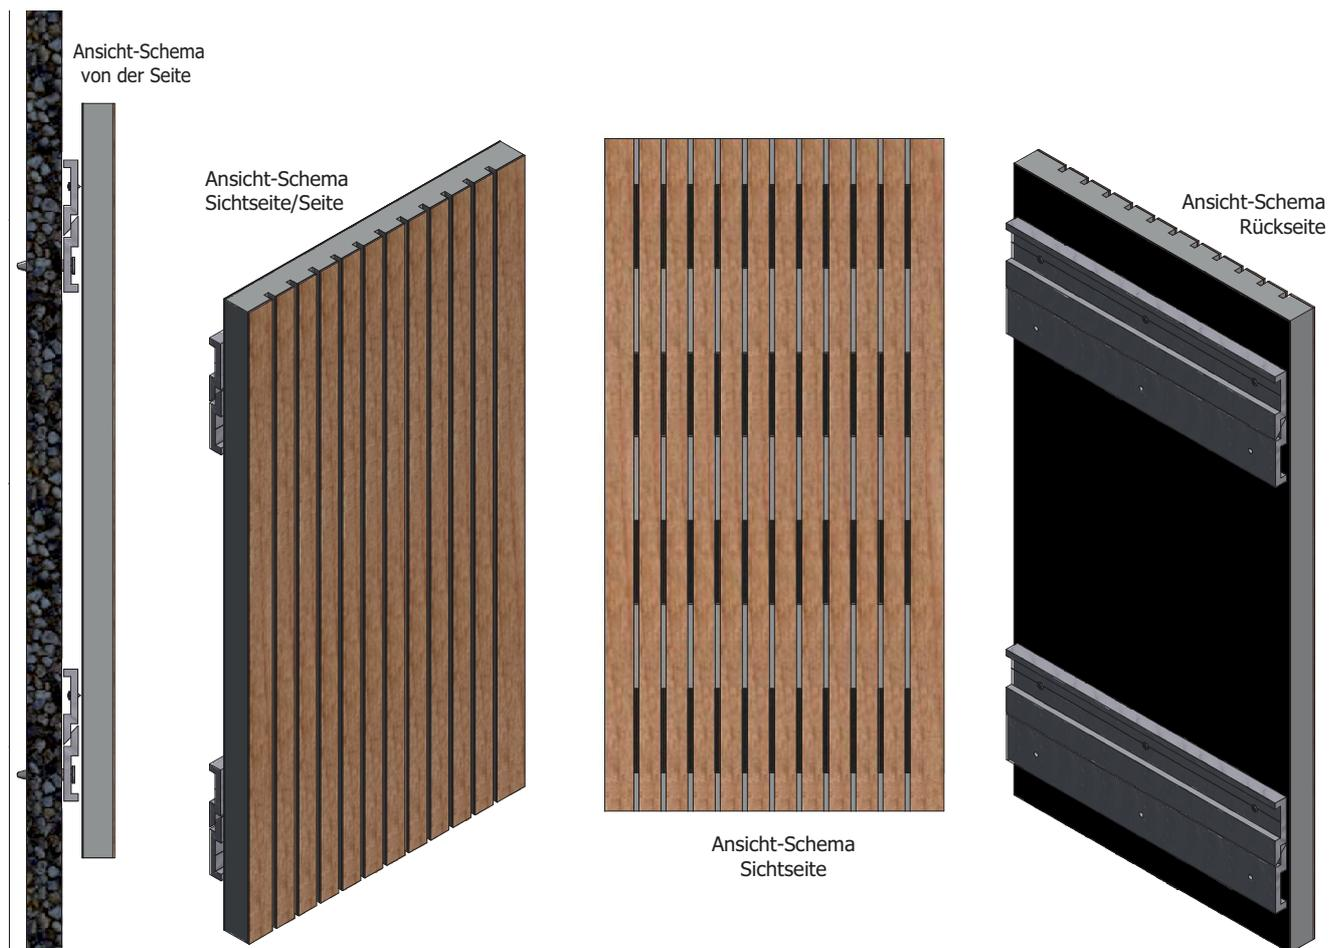

Bild 1: Befestigung Ansicht-Schema
- Die BER Holz-FS Akustikplatten werden mit Einhängeprofilen (Bild 1) auf der Rückseite auf die Unterkonstruktion befestigt und aufgehängt.